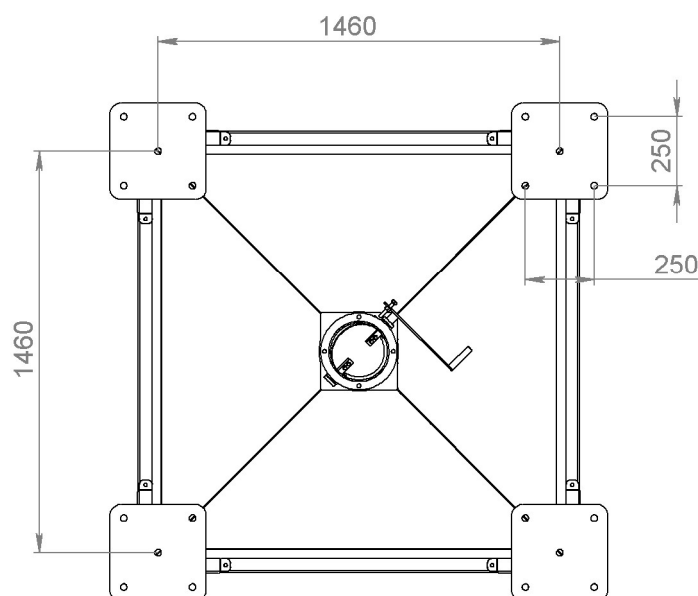

Рис. 1. Размещение опоры и подготовка к установке корпуса
- Установить опору в проектное положение (рис. 1). Для установки допускается использовать погрузчик или кран. Строповка выполняется либо за раму опоры либо за предварительно закреплённые на углах кольцом вверх рым-болты.
- Закрепить опору бункера анкерными болтами. Межцентровое расстояние, указанное на рис. 1 (размер 1460 мм), указано для справки. Оно может отклоняться более чем 10 мм как в меньшую, так и в большую сторону.
- Нанести герметик на места соединения опоры с корпусом (рис. 1).